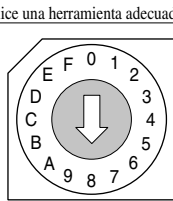

Fig. 2: S/W giratorio P2 (por defecto: 8)
4. Mantenga la unidad en funcionamiento en modo enfriamiento durante al menos 30 minutos. Si el ciclo no fuera estable, desconecte el suministro eléctrico, ajuste el interruptor P2 (consulte la Fig. 2, gráfico). Repita este procedimiento hasta que el sistema sea estable.